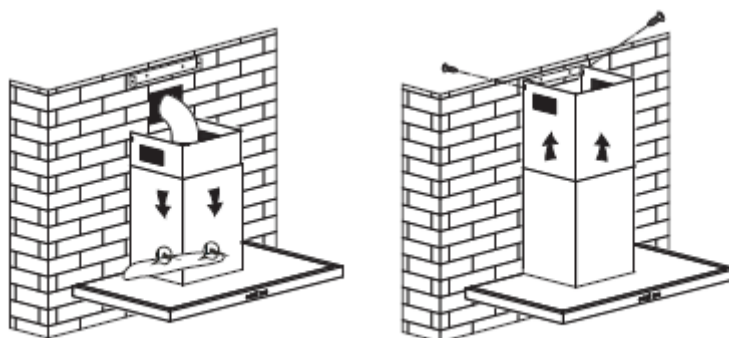

fig. 6
- Soulevez la cheminée supérieure jusqu'au plafond et la fixez à l'étrier à l'aide des vis. (fig. 6).